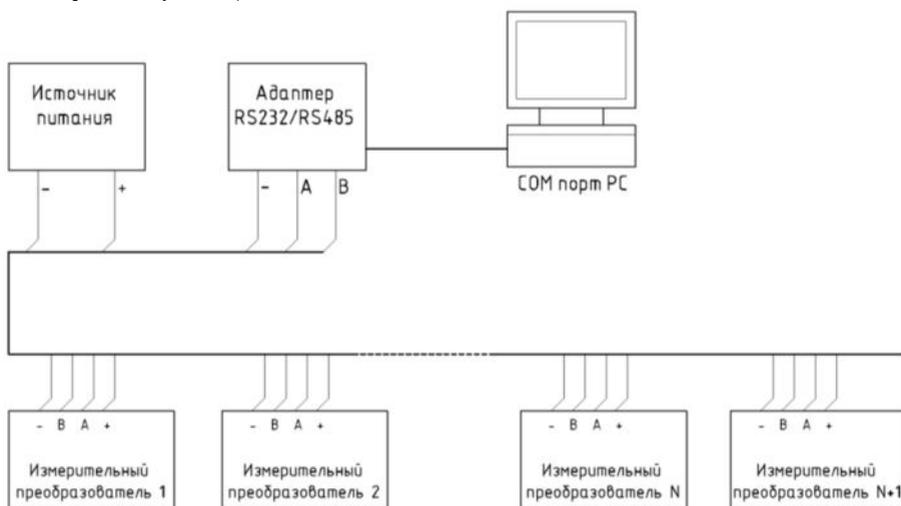

Рис.4. Схема подключения измерительных преобразователей.
6.3. Подключение преобразователя к измерительной системе осуществляется по четырем проводам - по одной паре подается напряжение питания (цепи - и +), по другой происходит обмен по интерфейсу RS-485. Преобразователи подключаются к четырехжильному кабелю параллельно, как показано на рис.4.